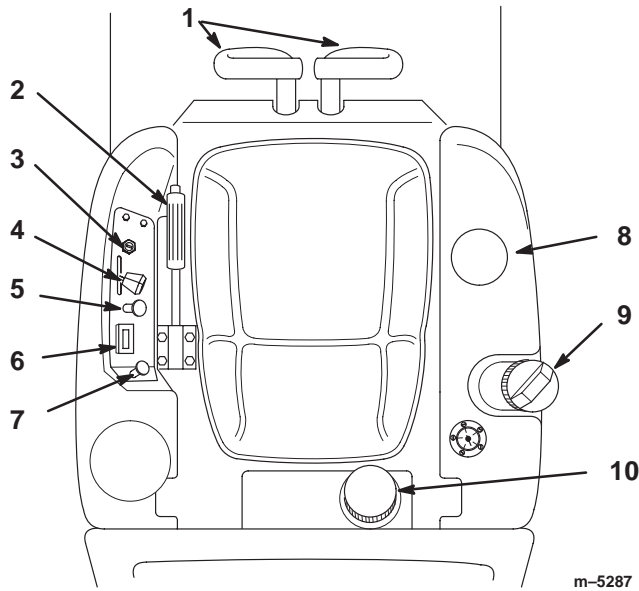

Figure 5
Avant de mettre le moteur en marche et d'utiliser la machine, familiarisez-vous avec toutes les commandes (Fig. 5).
1. Placez les leviers de commande de déplacement au point mort (Fig. 5).